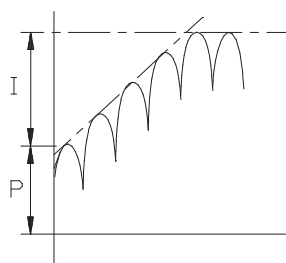

Bild1
- optimale Einstellung      Bild 1